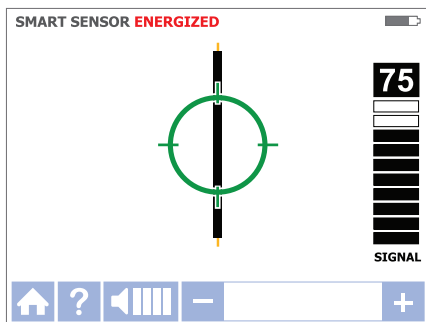

Figura 3.1e
5. El símbolo de destino verde indica que el receptor está directamente sobre el cable (consulte la Figura 3.1e). Si el receptor no se bloquea en el cable, reduzca la sensibilidad con el botón "-" del teclado o ajuste el transmisor para que transmita en el modo de señal BAJO.